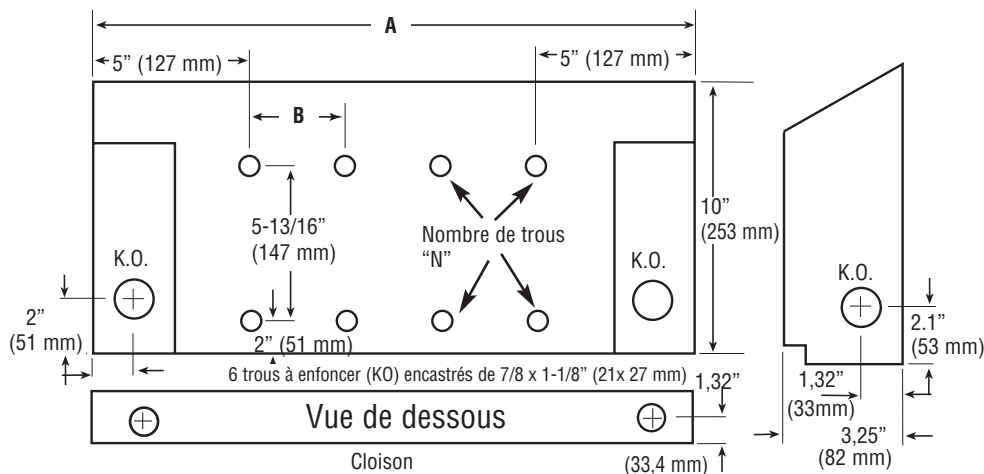

Fig. 1
4. Sélectionnez le trou à enfoncer au travers duquel le câblage élec-trique doit être amené dans le radiateur. Le câblage peut arriver d'une extrémité ou de l'autre. Voyez la Figure 1. Enlevez le couver-cle du boîtier de raccordement en ôtant deux (2) vis. Installez un serre-câble en laissant 6" (152 mm) de fils à l'intérieur du boîtier de raccordement.